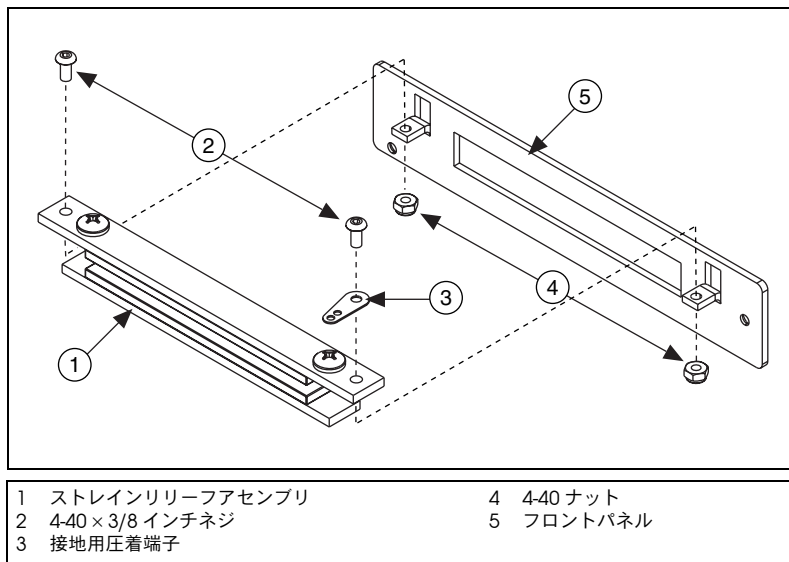

図 2 ストレインリリーフアセンブリとフロントパネルを接続する
1. 図 2 に示すように、2 本の 4-40 × 3/8 インチネジを使用して接地用圧着端子とストレインリリーフアセンブリを取り付けます。